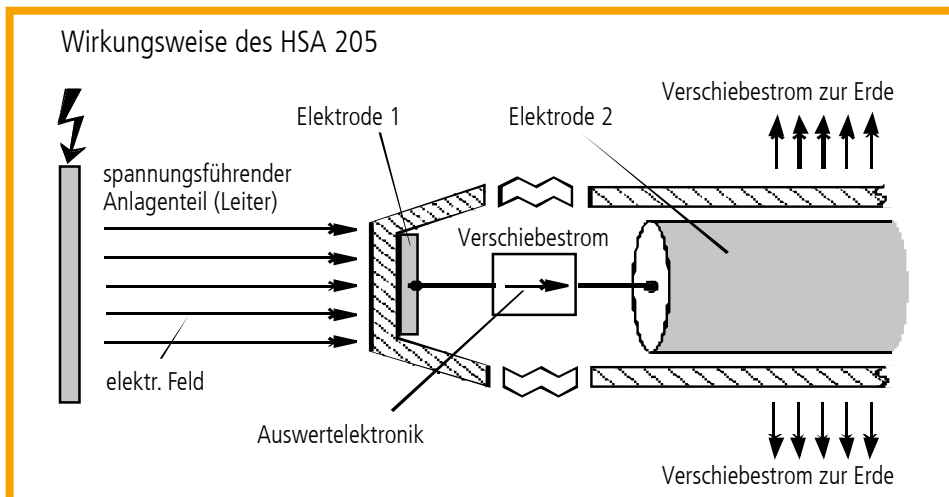

Bild 4 Funktionsprinzip
- 3.1** Wird der Arbeitskopf des Hochspannungsanzeigers in ein solches elektrisches Wechselfeld gebracht, so fließt über die Meßelektroden **E1** und **E2** ein Verschiebestrom (Kondensatorprinzip), der von der nachgeschalteten Elektronik ausgewertet und angezeigt (optisch und akustisch) wird (Bild 4).